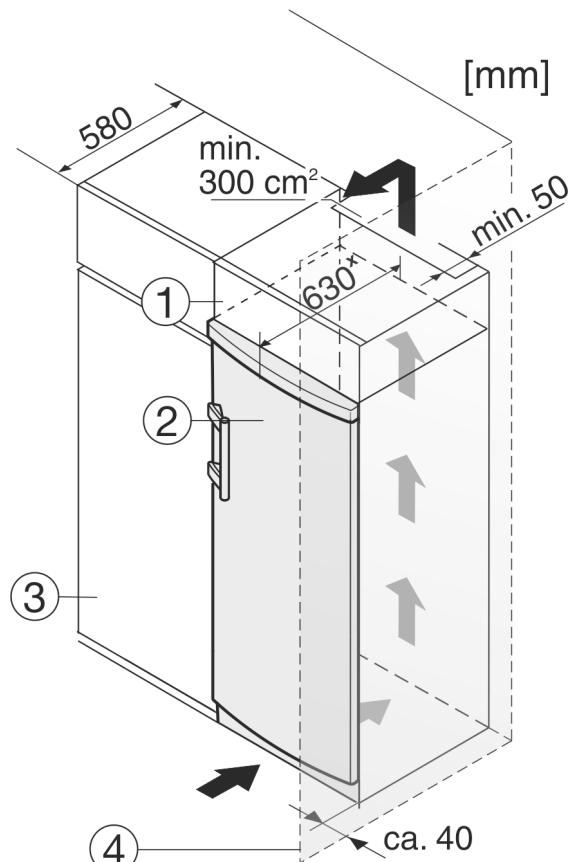

Fig. 10
Перед встановленням пристроя можна змінити його конструкцію відповідно до кухонної шафи. Щоб привести висоту пристроя Fig. 10 (2) у відповідність із розмірами кухонної ніші, можна встановити на нього спеціальну шафу Fig. 10 (1).
При комбінуванні з кухонними шафами (глибина макс. 580 мм) пристрій можна встановити безпосередньо поруч з кухонною шафою Fig. 10 (3). Пристрій виступає збоку на 34 мм і посередині на 50 мм відносно передньої панелі кухонної шафи.
Якщо пристрій встановлюється поряд зі стінкою Fig. 10 (4), відстань між пристроею та стінкою повинна бути не менше 40 мм. Це відповідає необхідній відстані для ручки після відкривання дверцят.